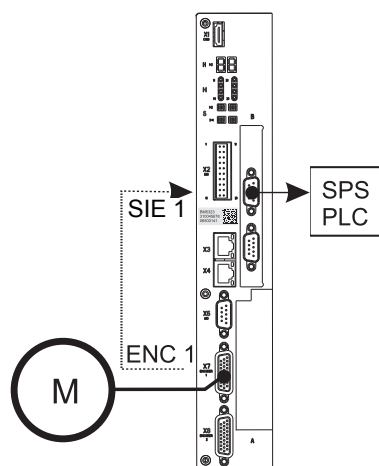

Abbildung 16: Anschlussbild SSI-Gebernachbildung SIE
Je nach gewünschter Anwendung wird nun die SSI-Gebernachbildung SIE (siehe ▶Abbildung 16◀ auf Seite 38) mit weiteren Systemkomponenten verbunden.
- 2 Den Gebereingang der übergeordneten Steuerung mit einer Sub-D-Anschlussbuchse (weiblich) der SSI-Gebernachbildung SIE (siehe Beispiel 1 in ▶Abbildung 16◀ auf Seite 38) verbinden (Kabelabgang nach unten). Anschlussbelegung siehe ▶Pinbelegung SIE◀ auf Seite 39, Kabel siehe ▶Verbindungskabel SIE◀ auf Seite 40.
- 1 Die **Inkrementalgeber-Nachbildung IEE** bzw. die **SSI-Gebernachbildung** ist korrekt verkabelt (IEE entsprechend Beispiel 1 oder 2 in ►Abbildung 14◄ auf Seite 35 bzw. die SIE entsprechend Beispiel 1 in ►Abbildung 16◄ auf Seite 38).